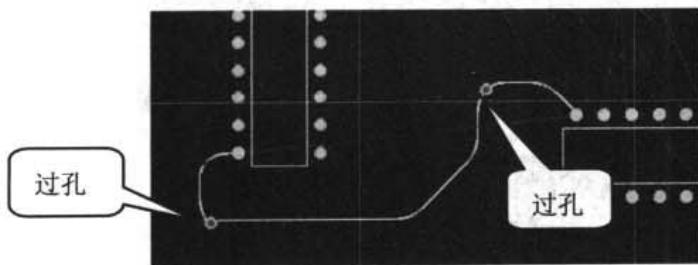

图 14-12 布线时改变层布线示意图
- (1) 运行 Protel 99 SE，将文件调整到 PCB 布线状态。
- (2) 执行菜单命令 Place | Line，放置线段。
- (3) 在需要改变层时，按下小键盘上的“\*”键，系统自动将布线的位置切换到另外的层，同时自动在切换位置生成一个过孔，所布线的层也发生相应的改变。
- (4) 在需要转换到原来的布线层时，再按下小键盘上的“\*”键，系统将自动进行布线层的切换，同时自动在切换位置生成一个过孔，如图 14-12 所示。